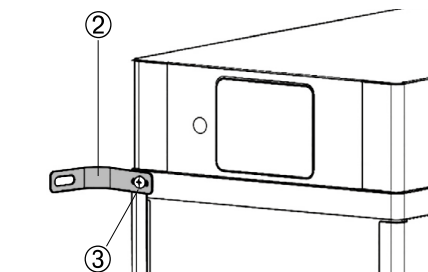
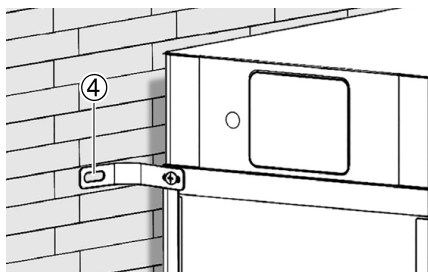

Fig. 3.15 - Fissaggio staffe
Fig. 3.16 - Posizione fori parete
Fissare le due staffe antiribaltamento sui lati posteriori del BMS (2, Fig. 3.15) utilizzando le due viti M4 (3, Fig. 3.15). È fondamentale installare le staffe su entrambi i lati del BMS (4, Fig. 3.16).
- Svitare le staffe antiribaltamento dai lati del BMS (2, Fig. 3.15).
- Posizionare le staffe antiribaltamento in corrispondenza dei bulloni a espansione M8 e fissarle al BMS con le apposite viti M4 (3, Fig. 3.15).